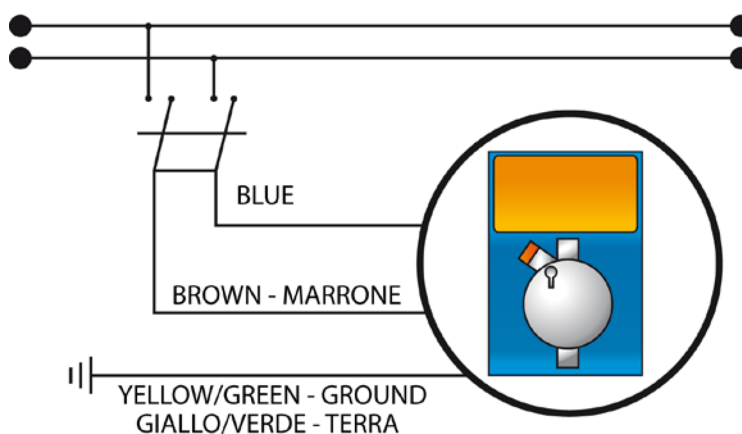

Fig.3 - Ligação elétrica
- certificar-se de que a central esteja desligada da alimentação elétrica (ambas as polaridades), desconectando os condutores dos pontos de contato da rede através da abertura do interruptor omnipolar com distância mínima de 3 mm entre os contatos (Fig.3).